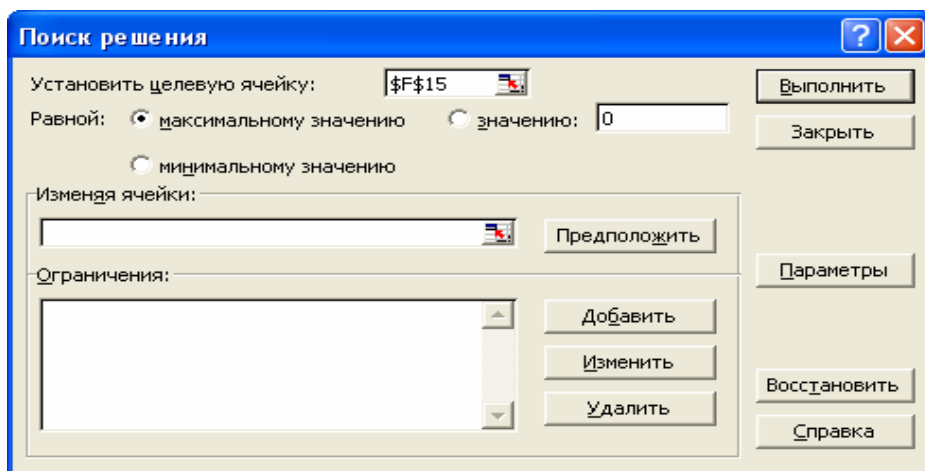

Рис. 3. Диалоговое окно **Поиск решения** (указана только целевая ячейка)
2. Выберите команду **Сервис, Поиск решения** (Tools, Solver). При этом появится незаполненное диалоговое окно **Поиск решения** (Solver Parameters) (рис. 3)